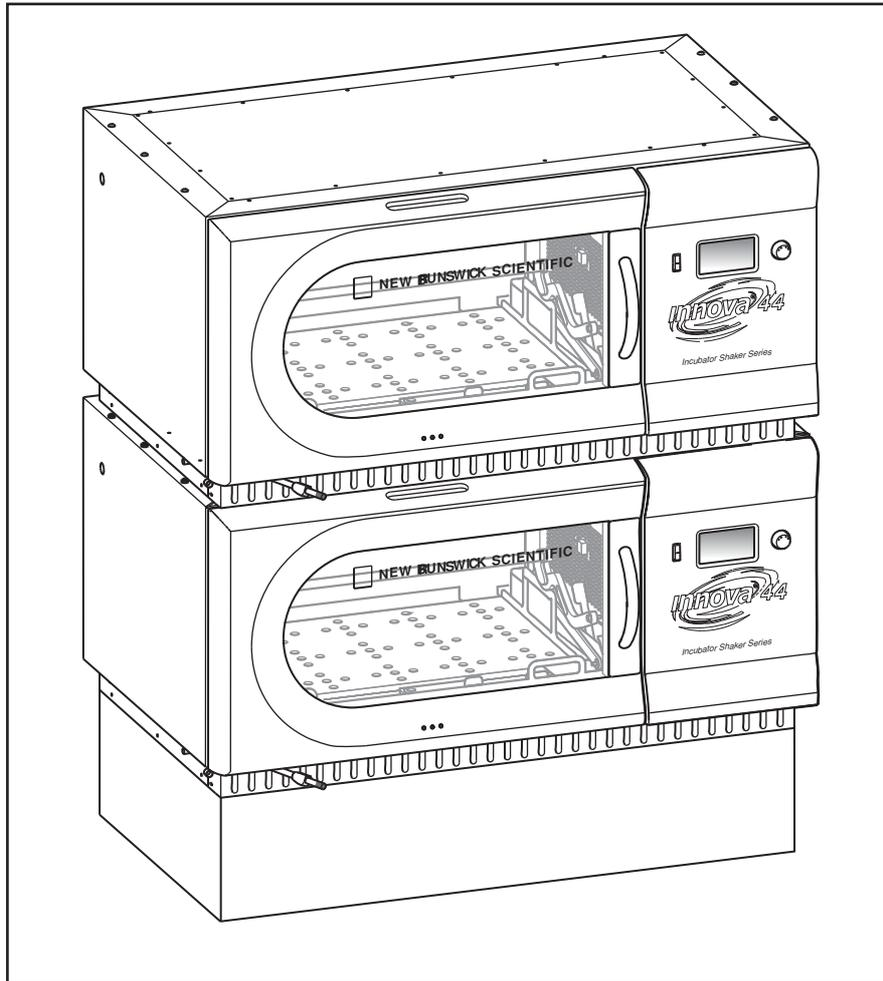

Fig. 6-7: Agitateurs gerbés
4. Comme indiqué (voir Fig. 6-7 à la page 30), sécuriser le fond de l'agitateur supérieur aux supports de fixation (déjà fixés à l'agitateur ci-dessous) avec les vis, les rondelles d'arrêt et les rondelles fournies.